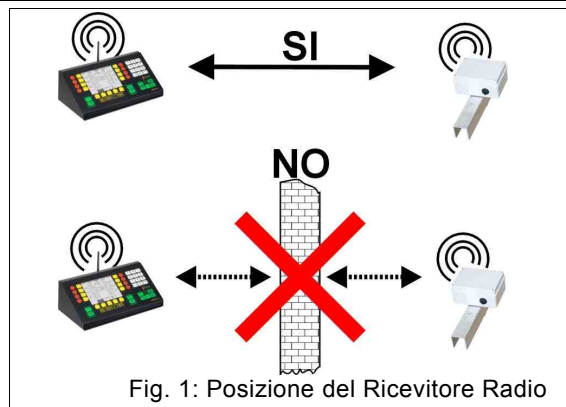

Fig. 1: Posizione del Ricevitore Radio
- il percorso diretto tra Ricevitore Radio e Console di comando sia privo di ostacoli visibili (Fig. 1);
2. Eliminare la presenza di ostacoli (strutture metalliche, persone, apparecchiature varie, ...) lungo il percorso diretto tra la Console ed il Ricevitore (Fig. 1).